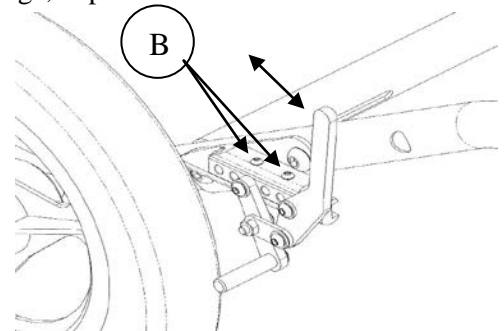

Figure 35 – Réglage du frein
1. Desserrer les vis **B** avec une « clé hexagonale 4 mm » (Figure 35);